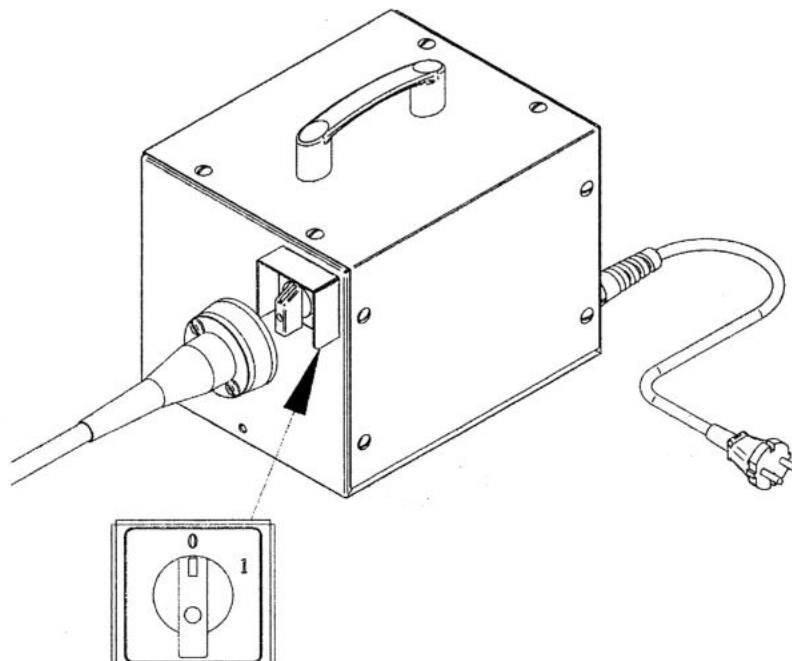

Рисунок 1. Выключатель.
2. Другой рукой включите аппарат с помощью выключателя (Рисунок 1).